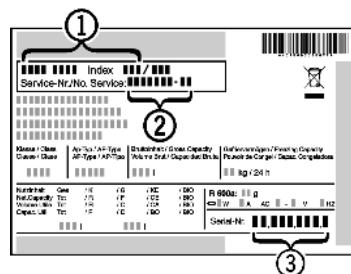

Fig. 54
- Прочетете от идентификационната табелка означението на уреда Fig. 54 (1), сервисния № Fig. 54 (2) и серийния № Fig. 54 (3). Идентификационната табелка се намира на лявата вътрешна стена на уреда.